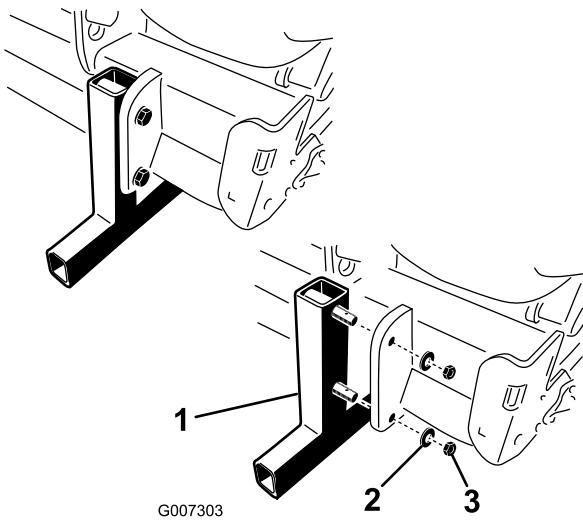

Figura 16
2. Retire las tuercas y las arandelas de seguridad que sujetan los soportes de almacenamiento al aireador (Figura 16).
4. Inserte los pasadores de seguridad (incluidos en las piezas sueltas) en los pasadores de los soportes para su almacenamiento (Figura 16).